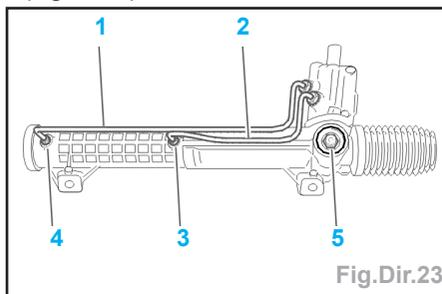

Fig.Dir.23
- Déposer les tuyaux d'alimentation (1 et 2) (Fig.Dir.23).